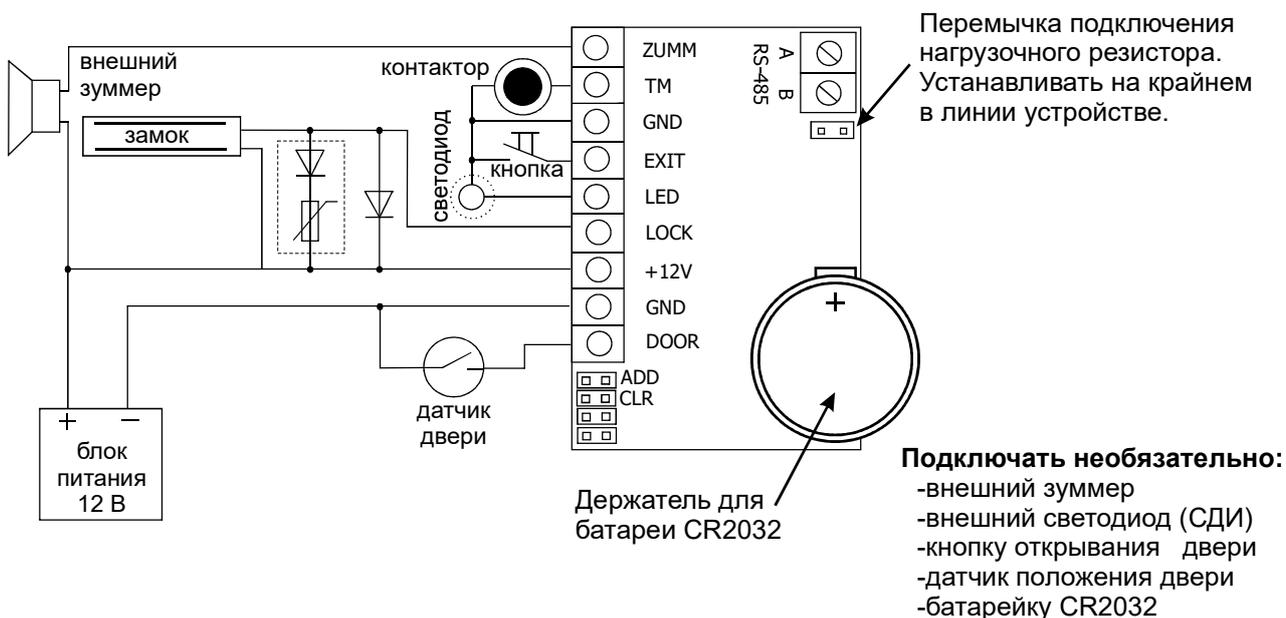

Рис.2 Схема подключения внешних устройств
- на входе - считыватель Matrix-II (мод. E) (или считыватель CP-Z-2 (мод. MF) при скрытой проводке) (см. рис.2, 3);
**Б.** Вход - по картам стандарта EM-Marine, выход - с помощью кнопки открывания замка (см. рис.2, 3):